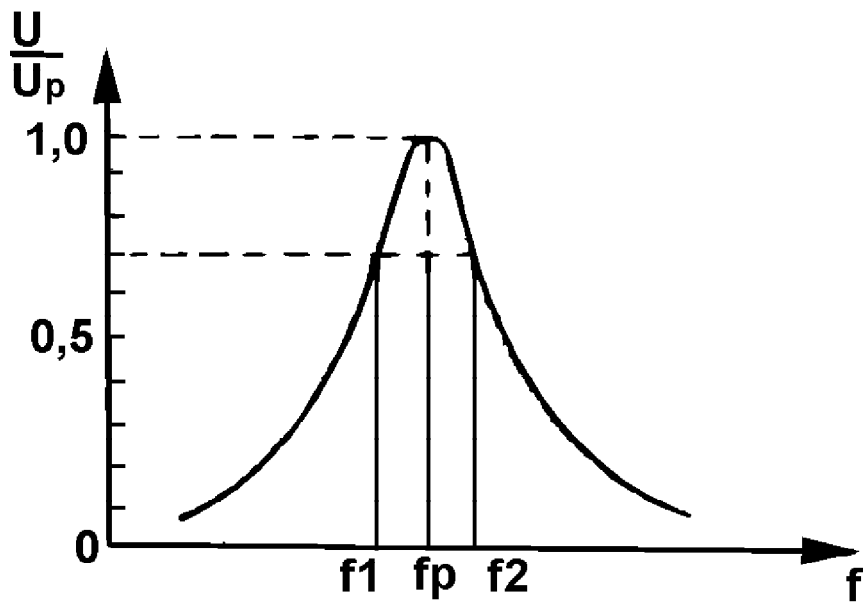

Рис. 5
Качественно легко предсказать, как зависит напряжение на контуре от частоты. При очень малых частотах оно равно  $R \cdot i$ , так как конденсатор не проводит постоянного тока, а индуктивность не препятствует его прохождению. При достаточно больших частотах падение напряжения на контуре тоже невелико, так как в этом случае не препятствует прохождению тока конденсатор. Поэтому зависимость напряжения на контуре от частоты имеет вид, примерно изображенный на рис. 5. Такую кривую называют резонансной кривой. В соответствии с традицией по вертикали отложено не само напряжение, а отношение напряжения к его максимальному (резонансному) значению  $U/U_p$ .
“Остроту” резонансной кривой описывают шириной полосы пропускания контура  $\Delta f = f_2 - f_1$ , (рис. 5). Под  $f_1$  и  $f_2$  понимают частоты, для которых напряжение на конденсаторе составляет 0,7 резонансного  $(U_m/U_p)^2 = 1/2$ . Относительная ширина полосы пропускания при малых затуханиях оказывается величиной, обратной добротности контура,
6. По данным табл. 2 постройте резонансные кривые для **LC** и **LCR** контуров (см. рис. 5). Графики рекомендуется выполнить на отдельных листах с разным масштабом оси частот.